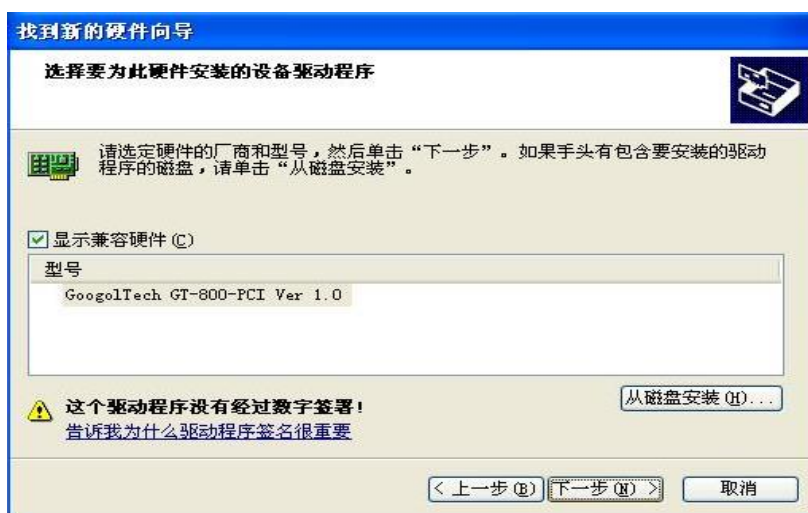

图 2-8 运动控制器驱动程序安装界面 8
(9) 点击“确定”如图 2-8 所示，点击“下一步 (N) ”。